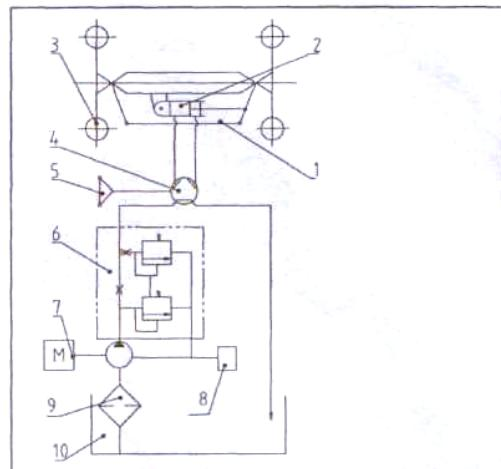

Рис. 10. Рабочий принцип полных гидравлических рулевых приводов.
5.4.1. Рабочий принцип и работа полной гидравлической рулевой передачи (Рис. 10).
Рабочий принцип полных гидравлических передач описан на Рис.10. Заднее осевое помещение (10) также используют как масляный бак рулевых передач. Низкое давление масла подается в системный насос (7) в дизельном двигателе (8) через 18 впускной трубопровод насоса. А высокое давление потока масла подается во все гидравлические рулевые приводы модели BZZ1 – E80 (4) и приводит в действие рулевой цилиндр (2) для рулевого действия, но слишком большой поток возвращается в насос через возвратный маслопровод. Клапан делителя потока FLD – F6 – H обеспечивает стабильную подачу масла, чтобы создать устойчивое рабочее состояние гидравлического рулевого привода.